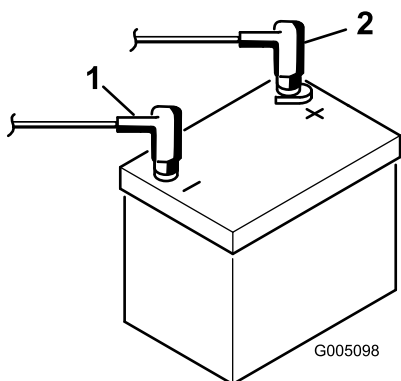

Рисунок 4
8. Подсоедините положительный кабель (красный) к положительной клемме (+), а отрицательный кабель (черный) к отрицательной (-) клемме аккумулятора и закрепите их болтами и гайками (Рисунок 4).